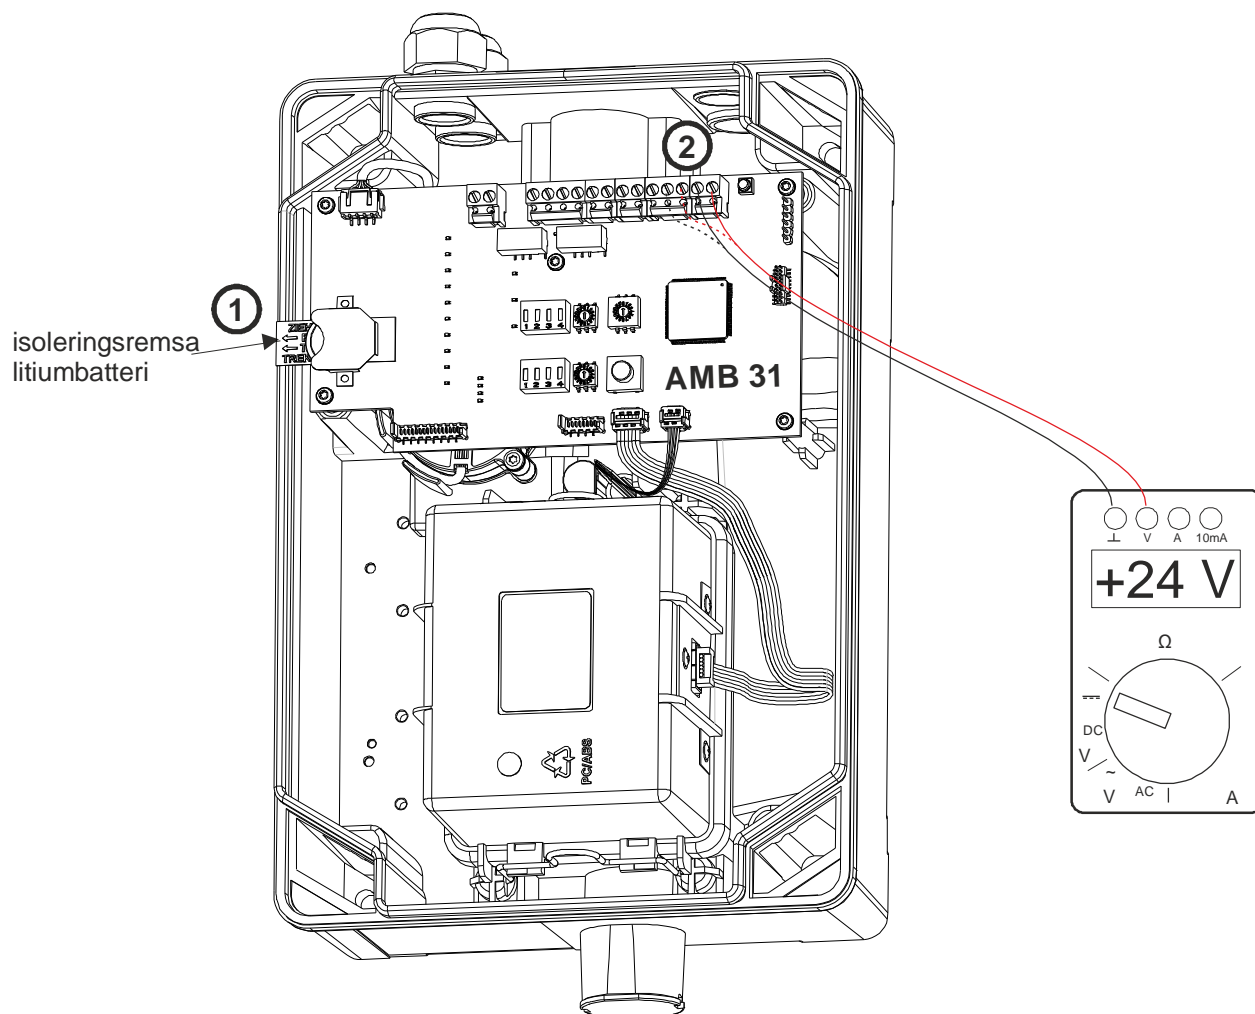

Bild 46 Öppnad detektorlåda för driftsättning
- Ta bort isoleringsremarna på litiumbatteriet (på AMB 31) (se Bild 46 (1)).
- Kontrollera spänningen på terminal 1 och 2 (vid reservmatning även på terminal 3 och 4): 21,6 till 27,6 V-DC (vid strömförsörjning på 24 V-DC) (se Bild 46 (2)).